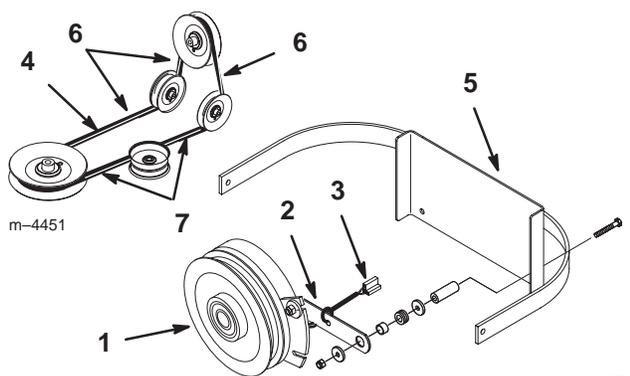

Figure 63
2. Retirez la barrette de retenue de l'embrayage du bâti de la machine et débranchez la borne de l'embrayage du faisceau de câblage (Fig. 63).
3. Déposez la courroie d'entraînement de Pdf de l'ensemble bras de tension arrière et poulie de tension avant. Déposez la courroie d'entraînement de Pdf (Fig. 63).
4. Installez la courroie d'entraînement neuve sur l'embrayage, autour de la poulie de tension arrière, dans l'ensemble bras de tension arrière, dans l'ensemble poulie de tension avant et sur la poulie centrale supérieure (Fig. 63).
Important Vérifiez le vrillage de la courroie entre les poulies. Il doit être conforme aux spécifications de la Figure 63.
5. Posez la barrette de retenue de l'embrayage et branchez la borne de l'embrayage au faisceau de câblage (Fig. 63).